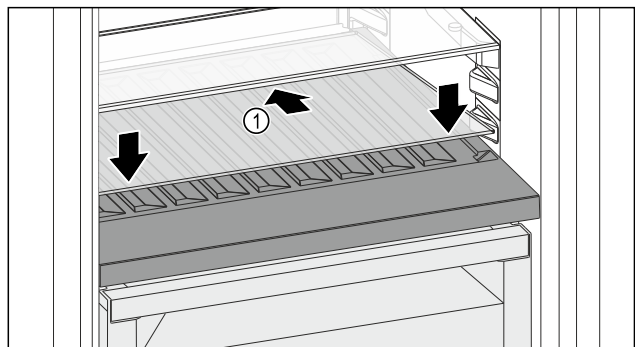

Fig. 112
- ▶ Glasplatte Fig. 112 (1) schräg und nach hinten unten geneigt ansetzen.
- ▶ Glasplatte Fig. 112 (1) vorne absenken.